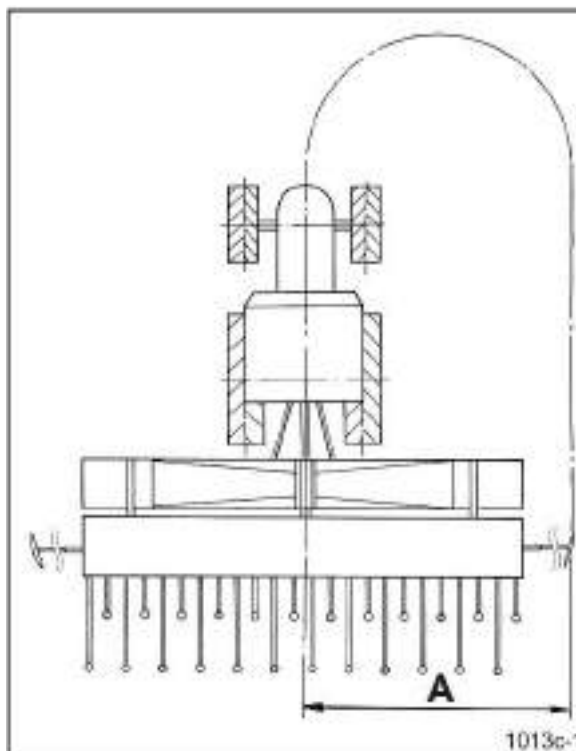

Рис. 95
4. Установите длину маркера на промежутке „А“ (Рис. 95) einstellen.
Промежуток А измеряется (Рис. 95)